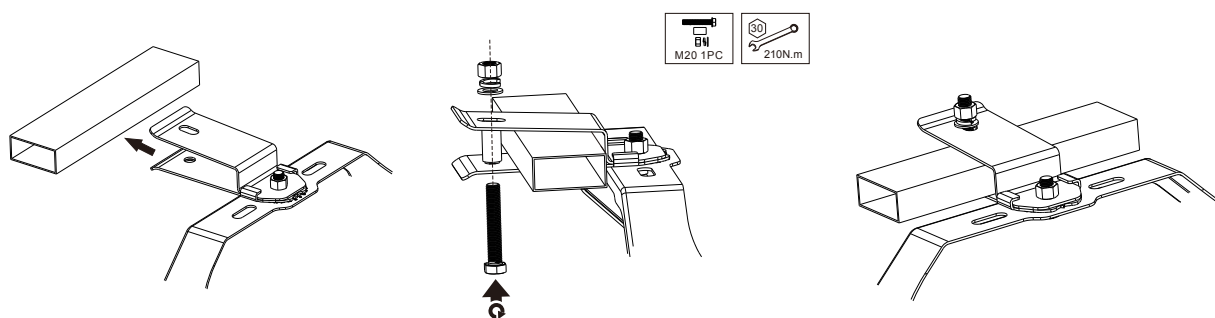

Fig. 13
4. Glissez le support à pince sur la poutre, puis sécurisez-le avec le boulon et l'écrou fournis (Fig. 13).